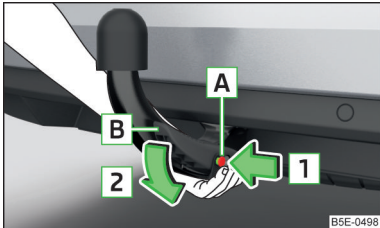

Abb. 305
- › Die Kugelstange **von unten** fassen » Abb. 305.